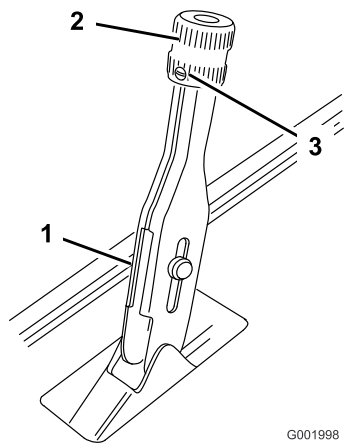

Figura 64
1. Afloje el tornillo de fijación que sujeta el pomo a la palanca del freno de estacionamiento (Figura 64).